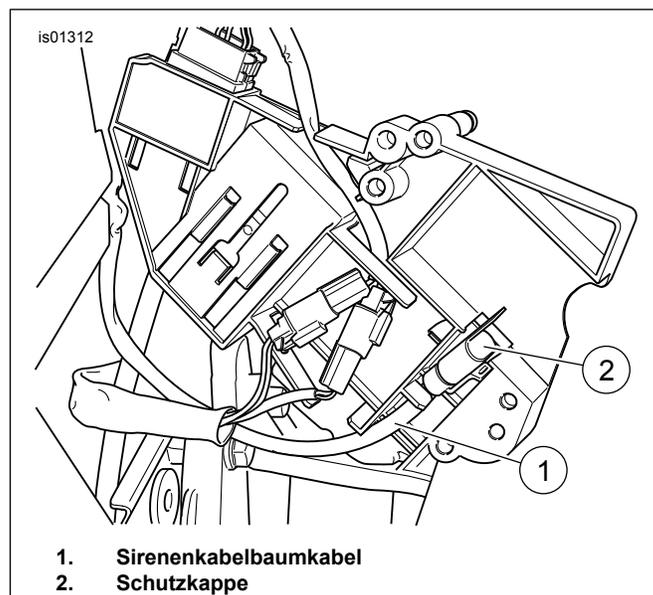

Abbildung 11. Sirenenkabelbaum (Touring-Modelle von 2002 bis 2007 FL)
- Siehe Abbildung 11. Das Sirenen-Kabelbaumkabel (1) von der Rückseite der Elektriztafel entfernen und die Schutzkappe (2) vom Sicherheits-Sirenen-Steckverbinder [142B] abnehmen.